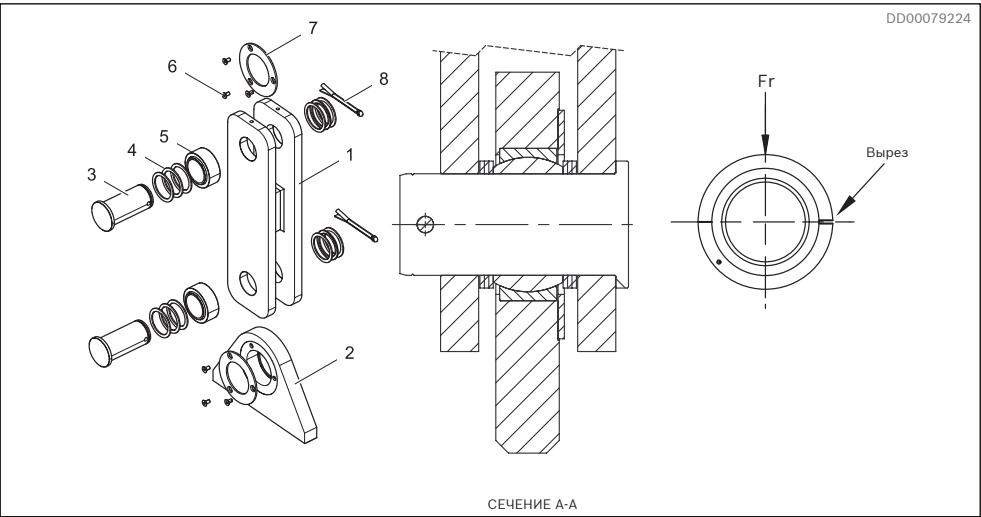
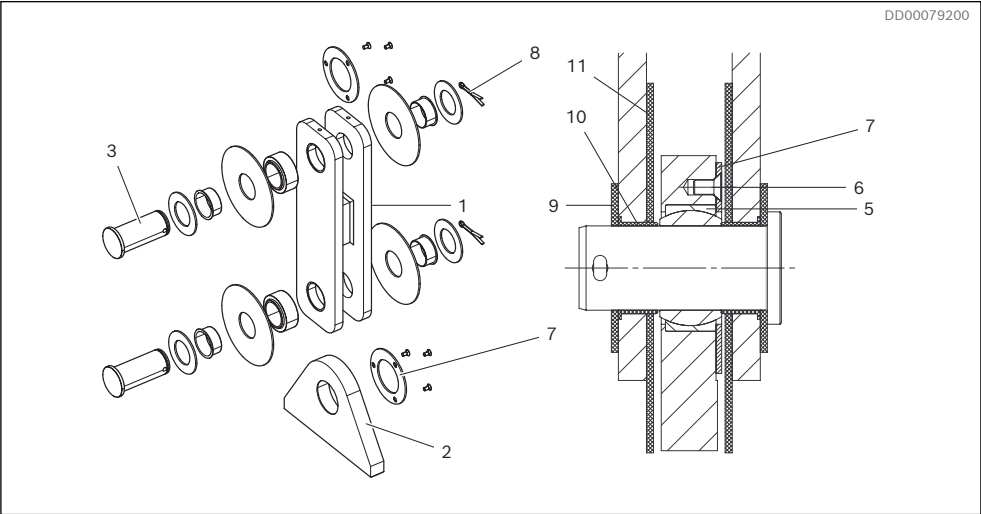
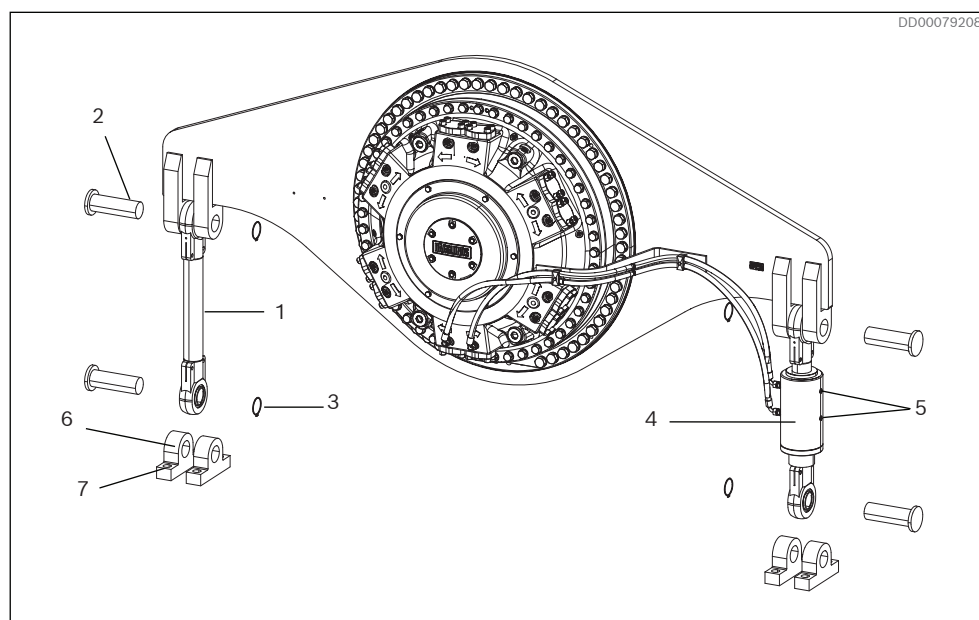
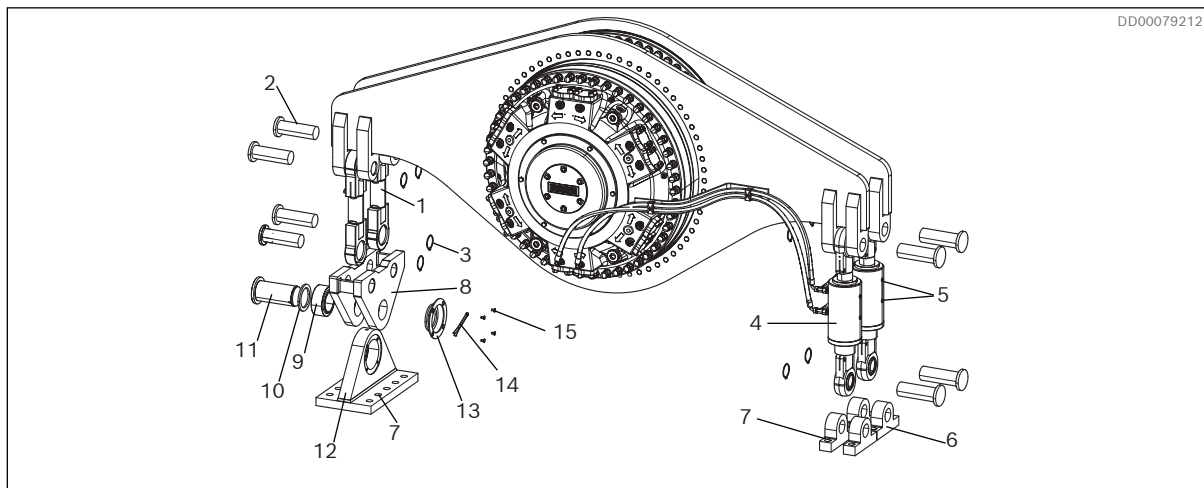

Рис. 26. Шарнирное соединение ТС А
Рис. 27. Электрически изолированное шарнирное соединение ТС А
Рис. 34. Шарнирное соединение и гидравлический цилиндр для DTCBM 1600 – DTCBM 4000
Рис. 37. Шарнирное соединение и гидравлический цилиндр, DTSBM 4600 – DTSBM 6000
- 2 На время сварки сферический подшипник скольжения необходимо демонтировать. См. Рис. 26 и Рис. 27; шарнирное соединение необходимо отсоединить.
- 1. Подшипник должен быть установлен таким образом, чтобы вырез в его наружном кольце располагалась перпендикулярно направлению приложения нагрузки. См. Рис. 26 (также действительно для Рис. 27).
- 2. Монтаж подшипника (5) должен осуществляться путем приложения усилия к его наружному кольцу с помощью монтажной втулки или обрезка трубы.
- 3. Установите винты (6) и затяните их моментом 47 Нм (34,67 фунта силы-фут)
- 4. Смонтируйте остальные компоненты согласно Рис. 26 и Рис. 27
1. Установите шарнирный стержень на левой стороне моментного рычага (если смотреть от главной соединительной стороны мотора), используйте шпильки (2) и зафиксируйте их стопорными кольцами (3).
2. Установите гидравлический цилиндр со штоком, смотрящим вверх, на правой стороне моментного рычага (если смотреть от главной соединительной стороны мотора), используйте шпильки (2) и зафиксируйте их стопорными кольцами (3). Поверните цилиндр так, чтобы гидравлические каналы А, В и С смотрели на мотор.
4. Сферический подшипник скольжения (9) должен быть установлен таким образом, чтобы вырез в его наружном кольце располагался перпендикулярно направлению приложения нагрузки. См. Рис. 26
5. Монтаж сферического подшипника скольжения (9) должен осуществляться путем приложения усилия к его наружному кольцу с помощью монтажной втулки или обрезка трубы.
6. Установите винты (15) и затяните их моментом 47 Нм (34,67 фунта силы-фут)
7. Смонтируйте остальные компоненты согласно Рис. 37
8. Крепежные кронштейны (6), (12) для моментного рычага должны быть закреплены винтами (7).
Во время ввода в эксплуатацию необходимо удалить воздух из цилиндров, используя находящиеся на цилиндрах винты для выпуска воздуха, см. Рис. 34 и Рис. 37